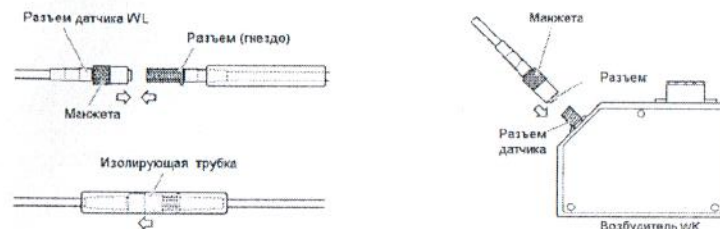

Рис.3 Подключение кабеля FW
9.3 Подключение датчика к проксимитору с помощью удлинительного кабеля WWW приведено на рис. 3